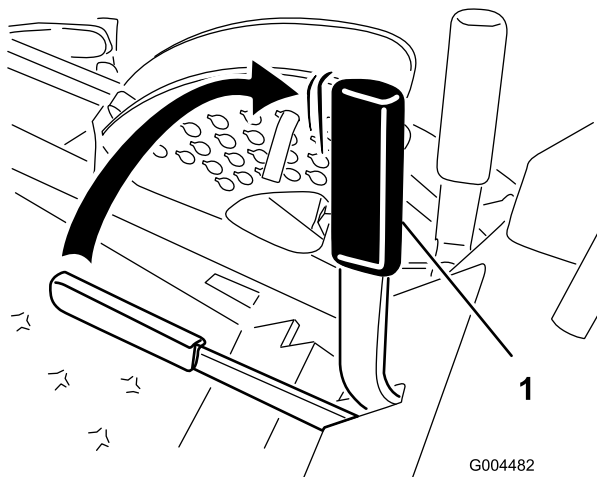

Bild 14
2. Ziehen Sie den Feststellbremshebel nach hinten und oben, um die Feststellbremse zu aktivieren (Bild 14). Der Feststellbremshebel muss fest in der aktivierten Stellung bleiben.
Drücken Sie den Feststellbremshebel nach vorne und unten, um die Feststellbremse zu lösen (Bild 14).